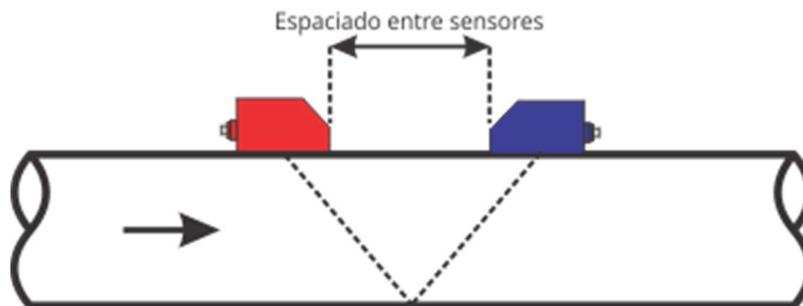

Figura 4.2. Método de instalación V
**Método V:** Si el diámetro de la cañería se encuentra en el rango de **50-300 mm**, la configuración que se debe utilizar es la V, tal como muestra la Figura 4.2